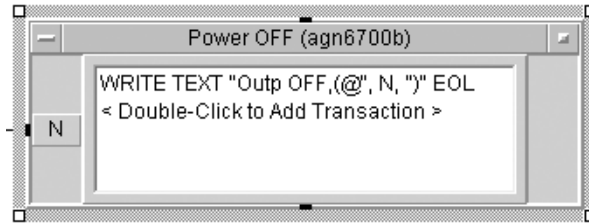

Рис. 5.7
8. Создать пользовательский объект с именем «Power OFF» и поместить в него объект прямого ввода/вывода для PowerSupply, в котором ввести команду и создать терминалы в соответствии с рис. 5.7.